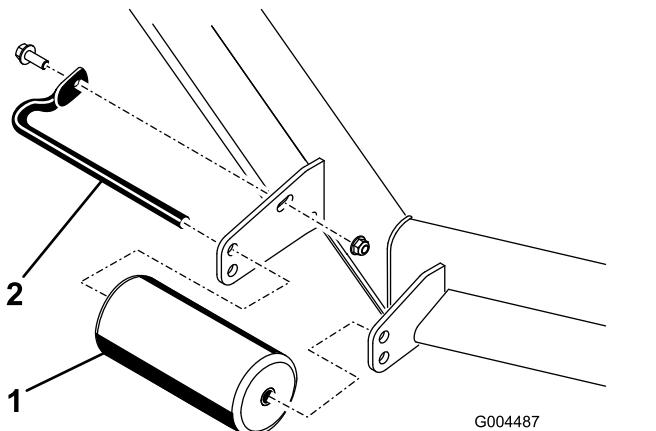

Figura 10
- Para ajustar os rolos frontais, retire o parafuso e porca que prendem o eixo do rolo ao suporte da plataforma (Figura 10).